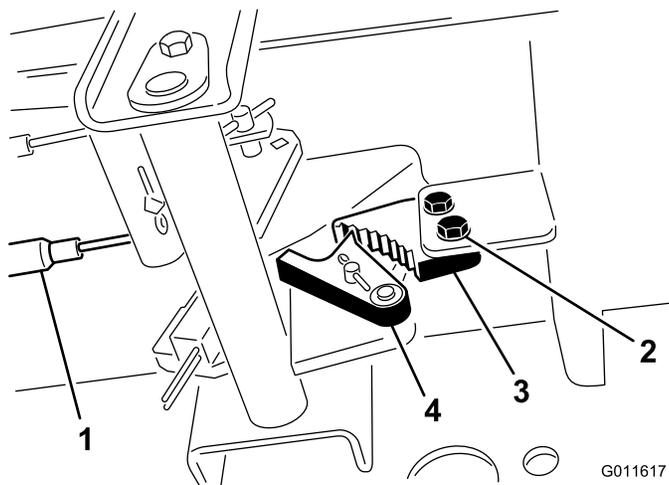

图69
1. 松开将驻车刹车闸固定到机架的 2 个螺钉（图69）。
2. 向前踩驻车刹车踏板，直到刹车卡槽完全接合刹车闸（图69）。